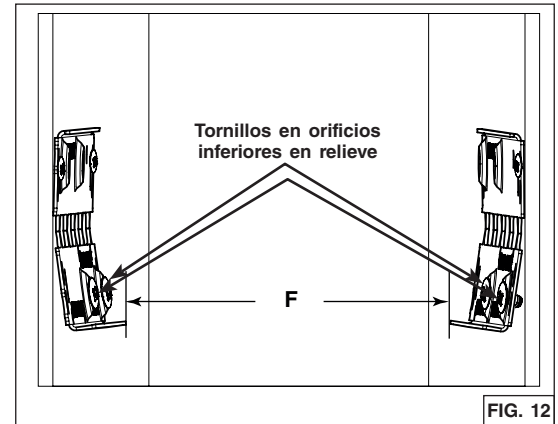

FIG. 12
Si la distancia medida debe acortarse, atornille dos tornillos n.º 8-32 x 1/4 pulg. en cada orificio en relieve inferiores de los soportes del gabinete; esto doblará ligeramente la parte inferior de los soportes (FIG. 12). Atornille ambos soportes para obtener la distancia adecuada.
8. Cintas protectoras opcionales (se venden por separado), en 7 formatos diferentes, están diseñadas para gabinetes de hasta 15 pulg. de profundidad (para BBN1243SS: HADTBN24, para BBN1303SS: HADTBN30). Elegir la cinta que puede cubrir mejor el borde trasero del gabinete. Usar 4 tornillos para madera de cabeza redondeada n.º 6 x 1/2 pulg. (incluidos en el juego opcional) para sujetarla (FIG. 12).